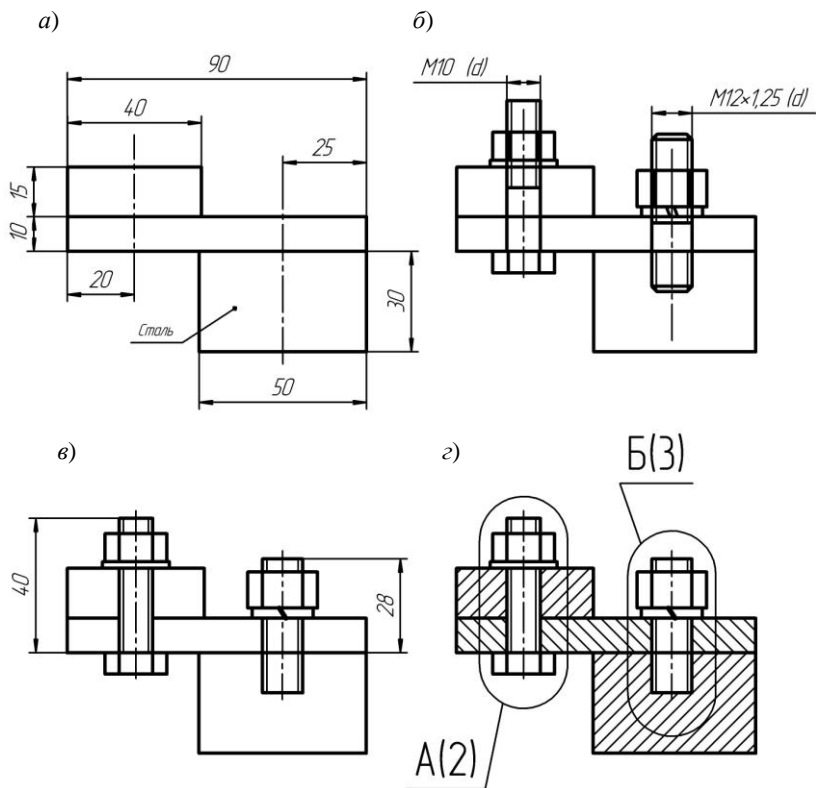

Рис. 2. Этапы разработки сборочного чертежа
3. Начертите контуры соединяемых деталей в соответствии с заданными размерами (рис.2, а), используя, например, команду *Прямоугольник* панели *Геометрия*. Проведите осевые линии (панель *Обозначения* → *Осевая линия по двум точкам*).
4. Вставьте изображения элементов болтового соединения в упрощенном виде. Для этого щелкните по пиктограмме **Менеджера библиотек** на *Стандартной панели*, откройте папку **Машиностроение**, подключите *Конструкторскую библиотеку*. Найдите раздел *Болты*, раскройте его и выберите *Болты нормальные*. Далее выберите из правой части окна строку *Болт ГОСТ 7798–70*. Двойным щелчком по этому названию откройте одноименное окно, в котором установите параметры болта: диаметр болта — 10 мм; длина болта — 45 мм; шаг резьбы — крупный (1,5) (предлагается по умолчанию, если не активизирована опция *Шаг мелкий*). Активизируйте опцию *Упрощенно* и *Создать объект спецификации*. Откажитесь от изображения оси болта, если эта опция была активизирована. После щелчка по кнопке **ОК** появится фантом болта. Установите библиотечный элемент в чертеж (рис. 2, б). После установки элемента появится диалоговое окно *Объект спецификации*, щелкните по кнопке **ОК**. В следующем диалоговом окне откажитесь от простановки позиционной линии-выноски к объекту. После всех установок вновь появится фантом болта — система предлагает продолжить вставку элемента. Откажитесь от повторной вставки болта, нажав клавишу **Esc**. Аналогично вставьте в чертеж изображения плоской шайбы 10 (ГОСТ 11371–78) и шестигранной нормальной гайки М10 (ГОСТ 5915–70).
6. Отредактируйте длину болта и шпильки с учетом разрабатываемой конструкции. Для этого выделите элемент, подведите курсор к управляющей точке (черный квадрат) с буквой **L** (рядом с курсором отобразится длина редактируемого изделия); перетащите точку мышью, задав нужную длину. Редактировать элемент также можно, вызвав вновь (двойным щелчком по изображению) диалоговое окно задания его параметров. После окончательного редактирования параметров крепежных элементов приведите изображения болтового и шпилечного соединений в соответствие с ГОСТ 2.315–68 “Изображения упрощенные и условные крепежных деталей” (рис. 2, в). Используйте команды *Усечь кривую* и *Выровнять по границе* панели *Редактирование*.